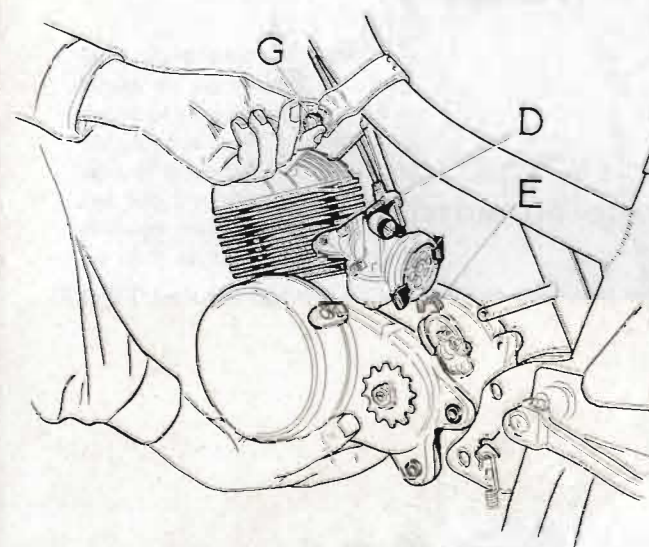

Fig. 0
— Enlever les capotages gauche et droit (Fig. 0) (attention ! ne pas égarer les rondelles situées entre les capotages et l'entretoise de fixation à l'arrière).
- Retirer les 2 boulons arrière (H) (sous la tête de la vis, une rondelle plate et une rondelle grover). Soutenir le moteur et retirer le boulon avant (G) (sous l'écrou une rondelle plate et une rondelle éventail) (fig. 0 et 2).